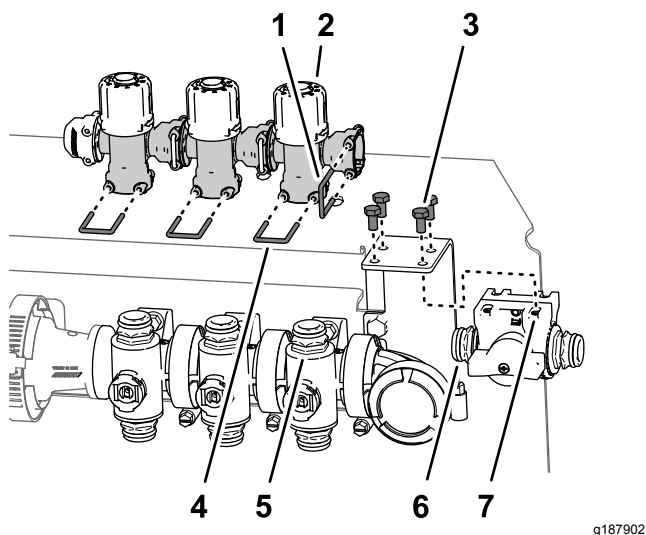

Figura 49
1. Rimuovete i 4 bulloni (6 x 12 mm) che fissano la valvola di intercettazione di bypass alla staffa di supporto della valvola (Figura 49).
2. Rimuovete il fermo che fissa la valvola di intercettazione di bypass alla valvola di bypass per la valvola di sezione delle barre di destra e rimuovete la valvola di intercettazione (Figura 49).
3. Rimuovete i 3 fermi che fissano le 3 valvole di bypass alle 3 valvole del collettore (Figura 49).
4. Sollevate le valvole di bypass dai 3 accoppiatori rapidi delle valvole del collettore (Figura 49).